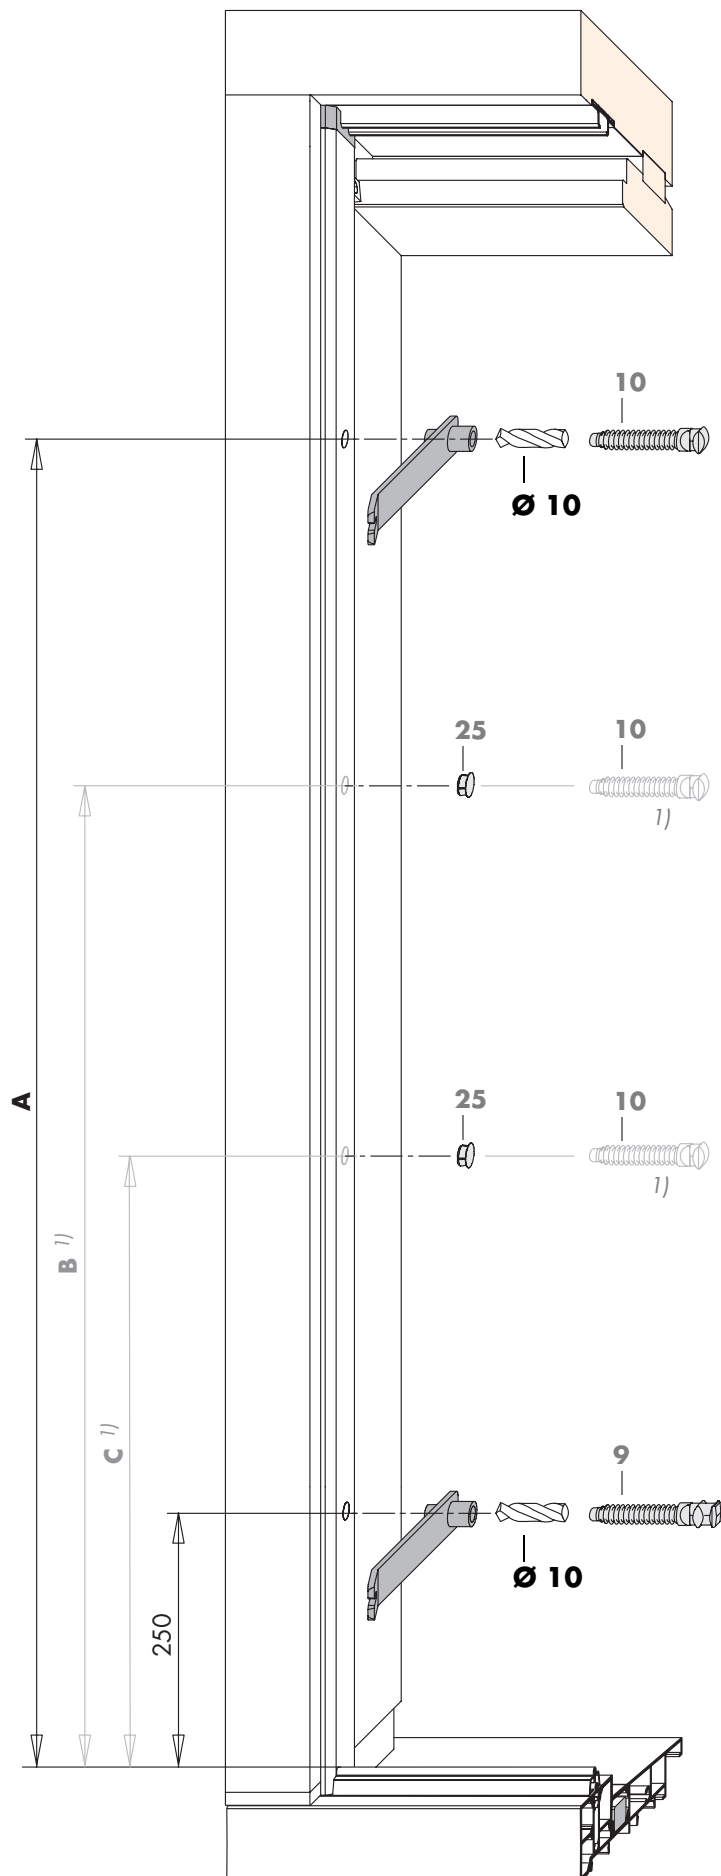

Bild 10
- Löcher für Riegelbolzen (9 und 10) mit Bohrer $\varnothing 10$ mm vorbohren. Dazu Lehre für Riegelbolzen verwenden (Bild 10).
- Verschlusskappen (22) in nicht verwendete Riegelbolzen Öffnungen eindrücken. (Bild 10).